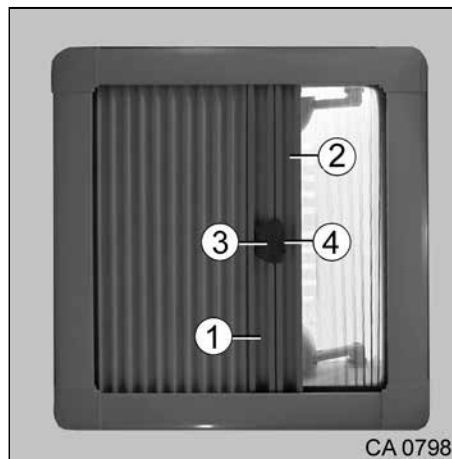

Fig. 51 Stores de lanterneau au niveau de la salle d'eau
- Déplacer le store occultant (Fig. 51, Pos. 1) ou le store moustiquaire (Fig. 51, Pos. 2) en le tenant aux poignées. Attacher ensemble les deux stores avec la poignée (Fig. 51, Pos. 3).
- Pour les détacher, appuyer sur la bouton poussoir (Fig. 51, Pos. 4) et incliner la poignée (Fig. 51, Pos. 3). Détacher le store moustiquaire (Fig. 51, Pos. 2) du store occultant (Fig. 51, Pos. 1).